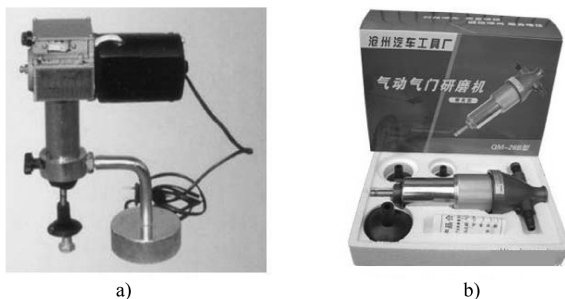

图3-7 气门研磨机
1) 先使用粗砂(凡尔砂)研磨出一条平整、无斑点痕迹的接触线带,然后洗去粗砂,换上细砂研磨。直至气门座及气门头的工作面均出现一条整齐而呈灰色无光泽的环带,再洗去研磨膏,用机油拍磨片刻即可。气门研磨机有电动和气动两种,如图3-7所示。无条件时,气门也可以手工研磨。